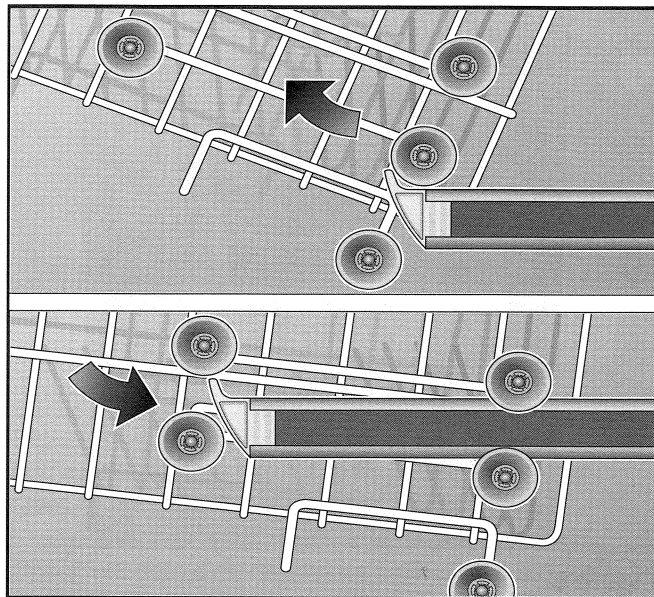

Figure 6
La hauteur du panier supérieur des lave-vaisselle de la gamme DLX (SHU 3012 UC et SHU 3016 UC) est réglable à deux positions, voir figure 6.
- Vider d'abord le panier supérieur, puis le tirer partiellement, jusqu'au point où le panier peut être soulevé, tel qu'il est illustré à la figure 6.